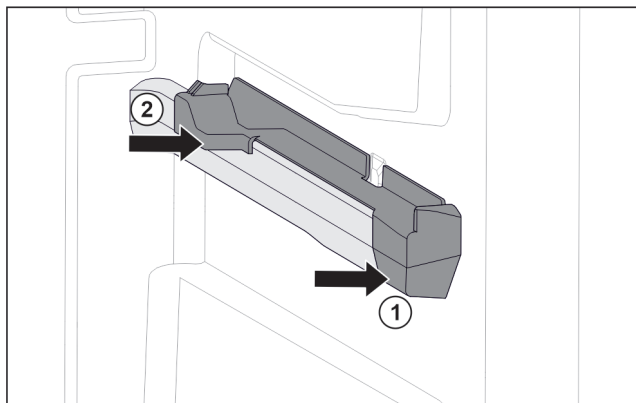

Fig. 49 Вставная часть на правом контейнерном ребре
- ▶ Наденьте вставную часть спереди на контейнерное ребро. Fig. 49 (1)
- ▶ Нажмите на вставную часть сзади. Fig. 49 (2)